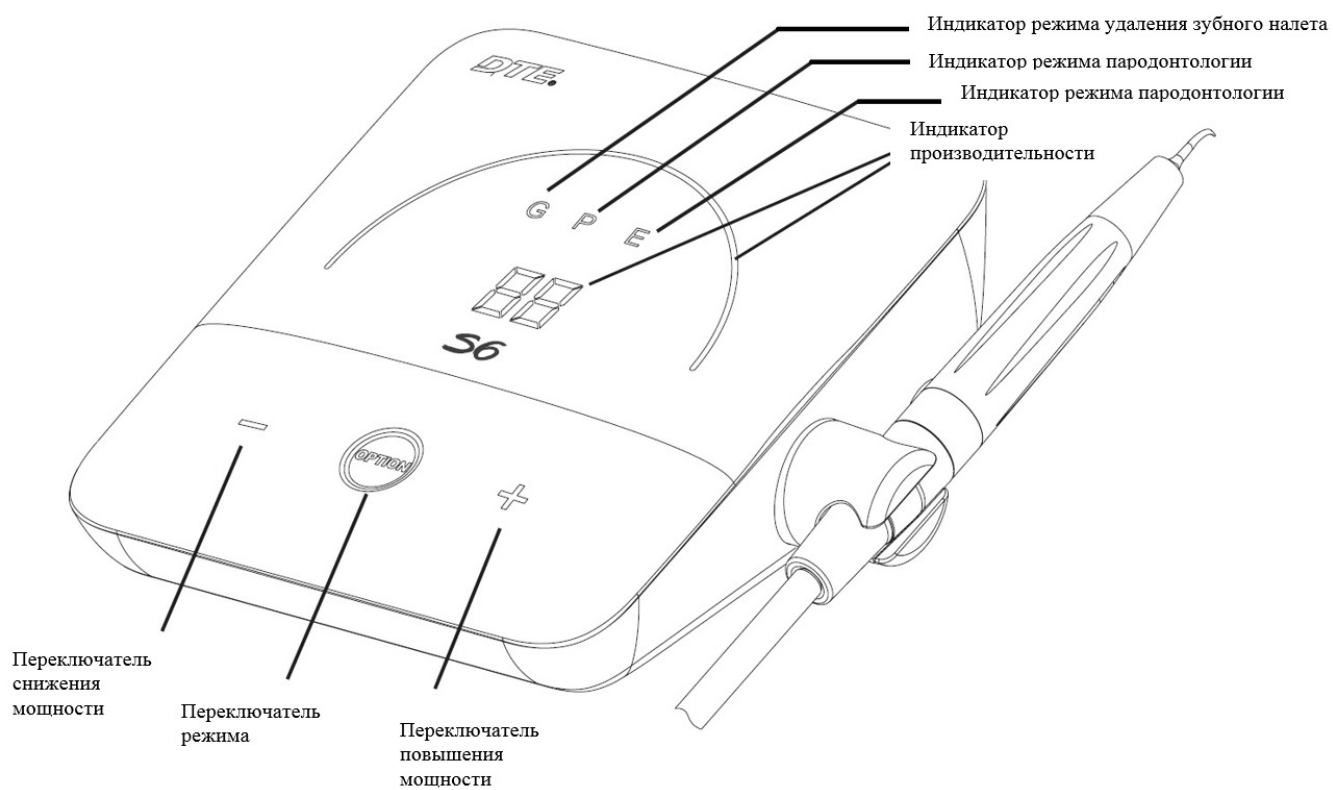

Рисунок 1
1.4.1 Схема передней панели основного устройства показана на рис.1